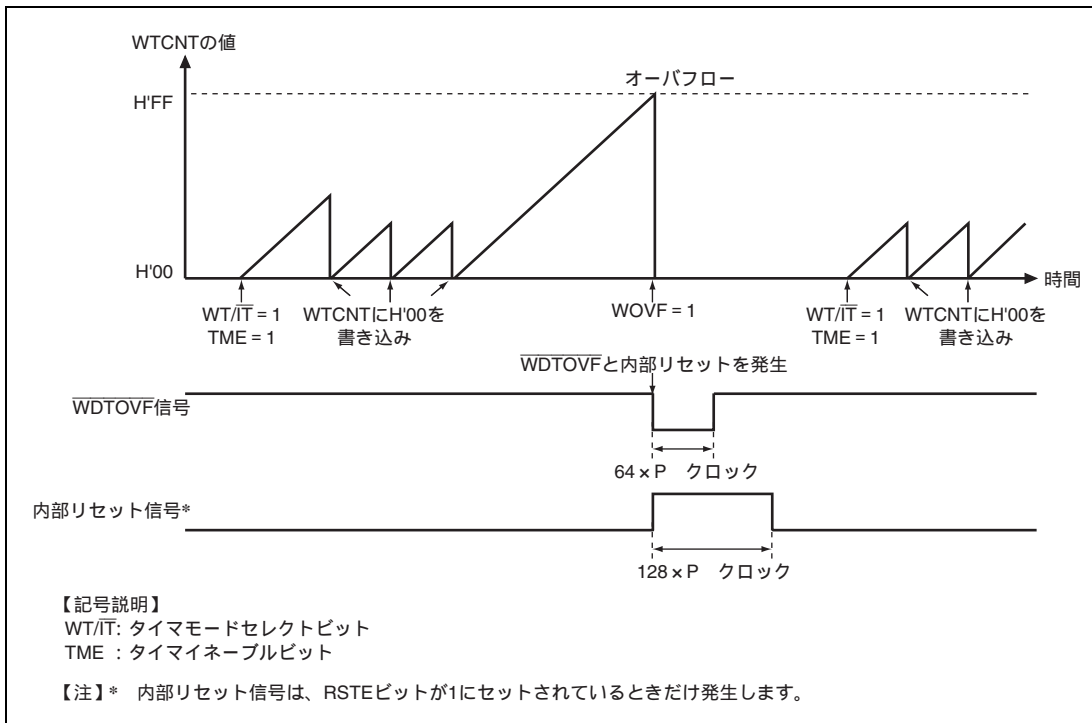

図 15.4 ウォッチドッグタイマモード時の動作
4. カウンタがオーバーフローすると、WDTはWRCSRのWOVVFを1にセットして、 $\overline{\text{WDTOVVF}}$ 信号が外部に出力されます。これを図15.4に示します。この $\overline{\text{WDTOVVF}}$ 信号を用いて、システムをリセットすることができます。 $\overline{\text{WDTOVVF}}$ 信号は、 $64 \times P$ クロックの間出力されます。